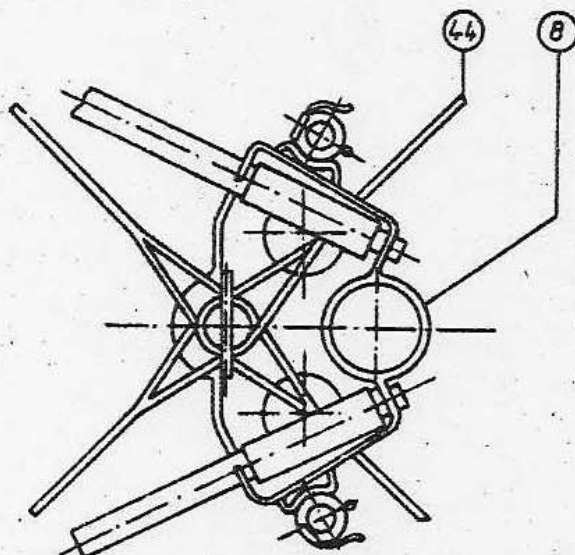

Bild 22
- 3. Richtfunker hängt Seile I (44) an Führung (8) des Hilfsmastes ein (Bild 22).